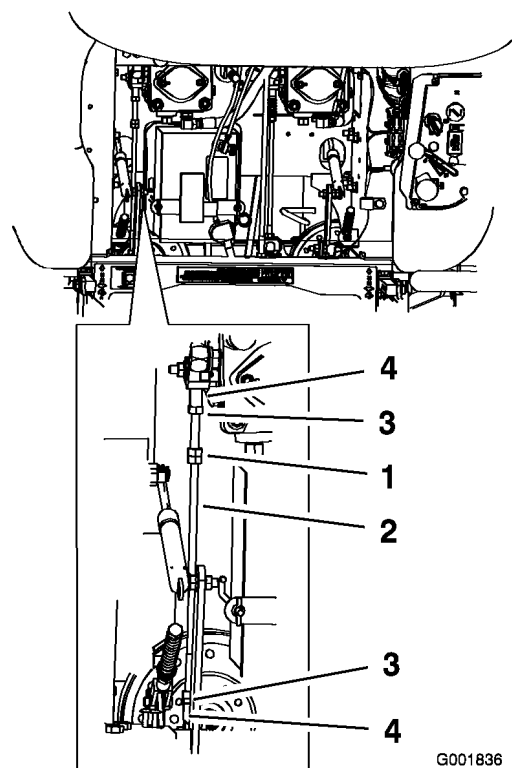

Figure 55
- Desserrez les contre-écrous sur les rotules de la tige de commande de la pompe (Figure 55).
- Réglez la longueur de la tige de pompe en tournant les doubles écrous dans le sens voulu, jusqu'à ce que la roue soit immobilisée ou tourne légèrement en marche arrière (Figure 55).
- Serrez les contre-écrous contre les rotules (Figure 55).